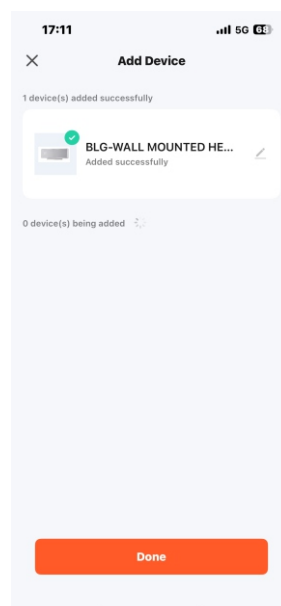

Bild7
- 5) Klicken Sie auf „Fertig“, wenn die Verbindung hergestellt ist, wie in Bild 7 gezeigt.